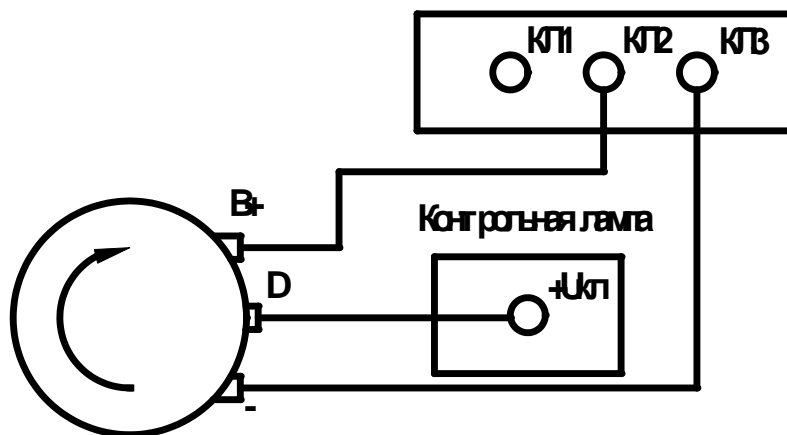

Рисунок 12 Схема подключения генератора 94.3701 при проверке под нагрузкой
- подключите генератор к стенду, как показано на рис. 12, провода подключаемые к клеммам кл2 и кл3 должны быть рассчитаны на нагрузку около 100А, т.е. сечением 10 мм² ;